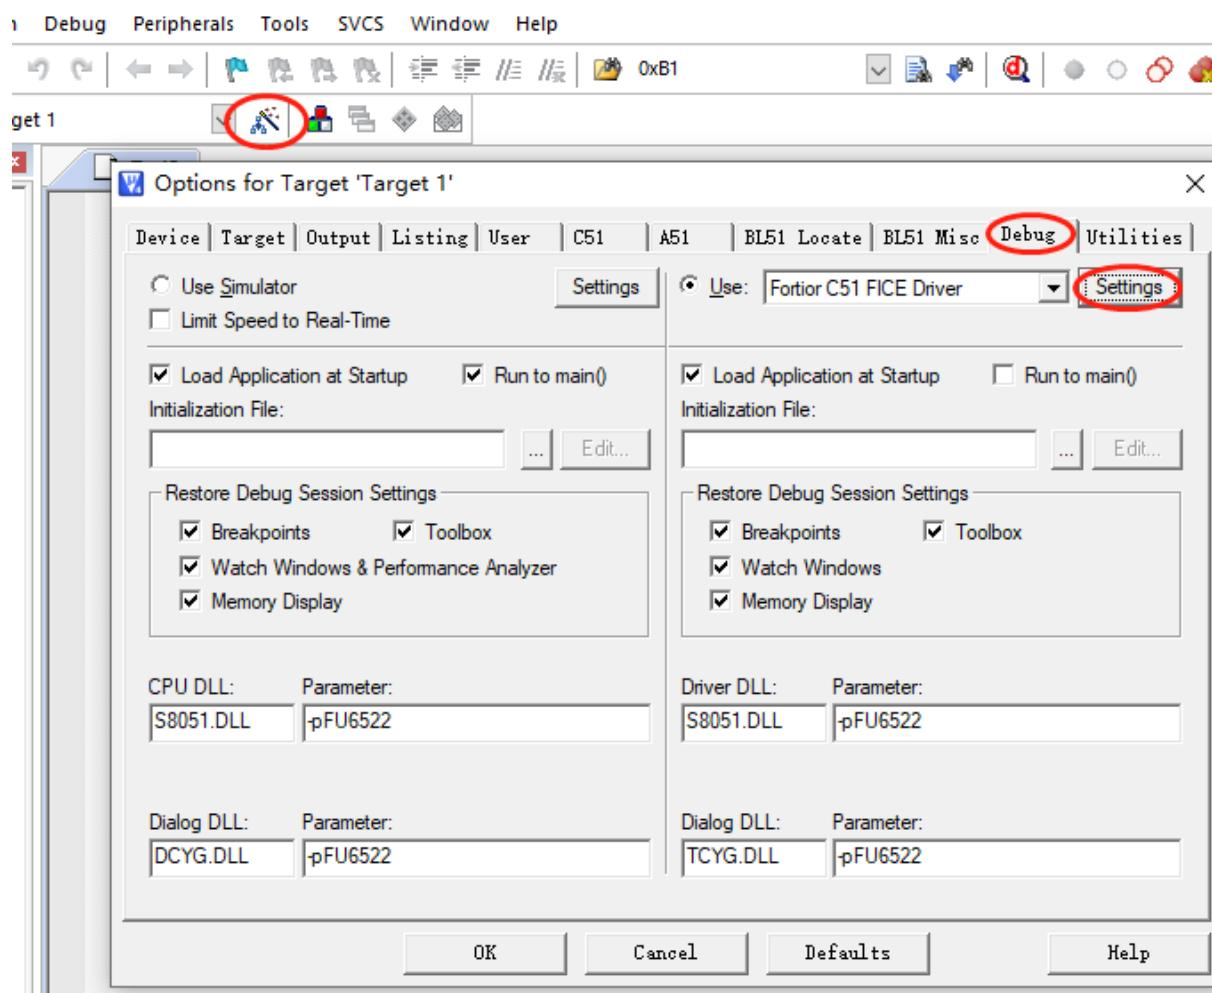

图 32-1 代码保护配置
1. 打开 8051 集成开发工具，编译前进入 Target Options 中并选择 Debug 选项卡，按照上图 32-1 所示进行选择，并点击 Settings 进入下一步设置；